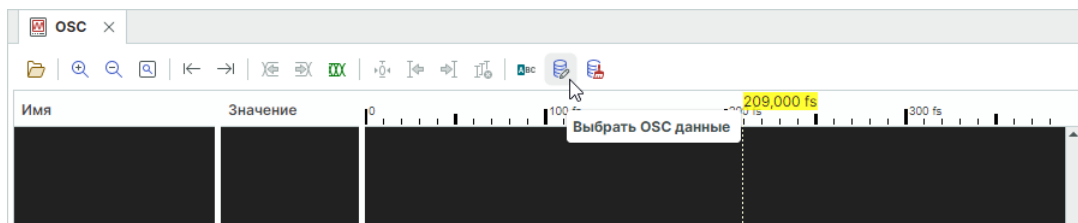

Рис. 39 Расположение кнопки «Выбрать OSC данные»
2. В окне осциллографа на панели инструментов окна осциллографа нажмите  для выбора данных, см. Рис. 39.